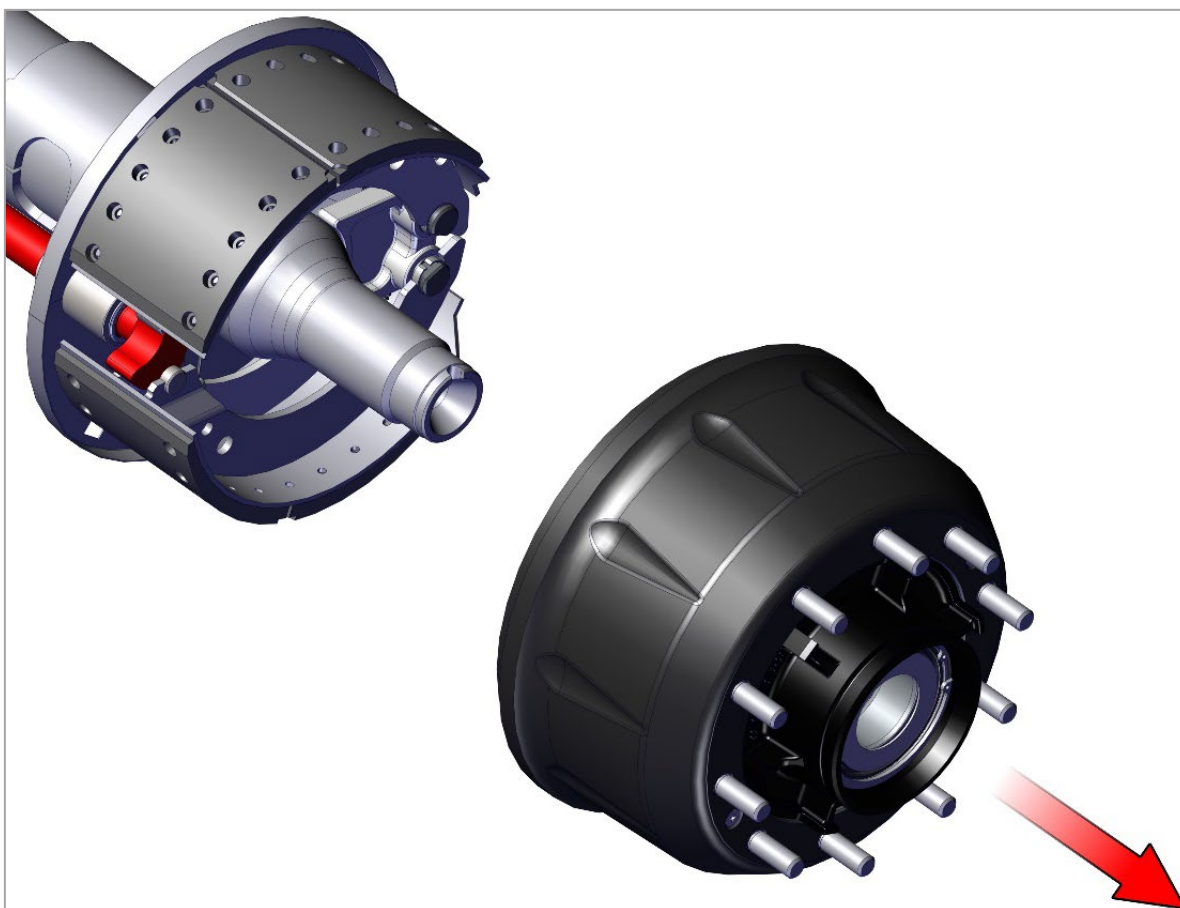

Рис. 15. Снятие сборочного узла ступицы и барабана.
4) Извлеките сборочный узел ступицы и барабана. Категорически запрещается снимать барабан, не сняв предварительно колесо (рис. 15);